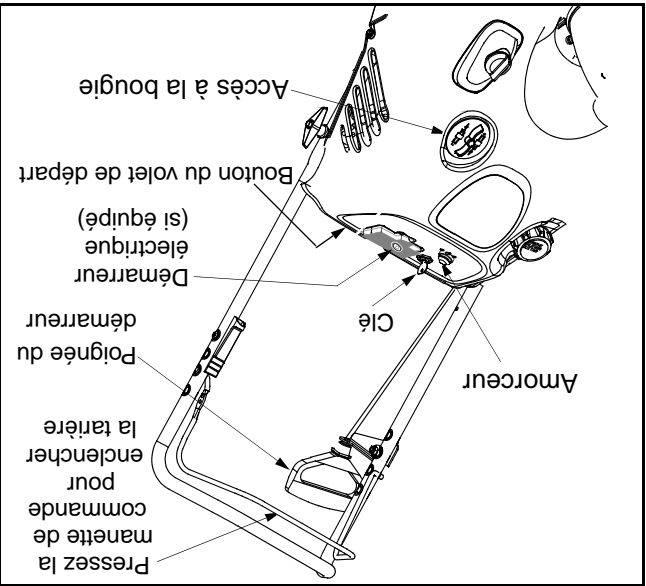

Figure 4
- Suivez maintenant les instructions ci-dessous comme il s'applique à votre machine. Voir la Figure 4 pour la position des commandes.